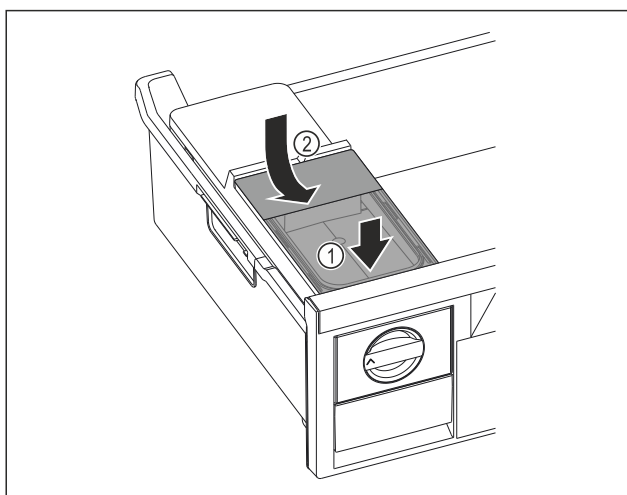

Fig. 162
- Placer le réservoir d'eau à l'avant. Fig. 162 (1)
- Abaisser le réservoir d'eau à l'arrière. Fig. 162 (2)